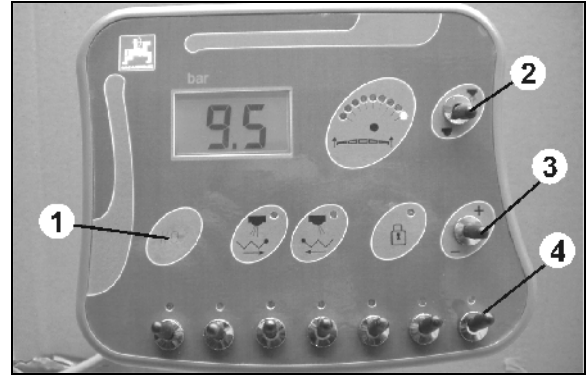

Fig. 2
3.  **AMASET⁺** (Fig. 2/1) şalter kutusunu devreye alınız.
6.  (Fig. 2/3) Püskürtme basıncı göstergesi 4 bar'lık bir püskürtme basıncı gösterene kadar **+** / **-** basınız.
- o Bir kısmı genişliği bir kısmı genişlik şalteri (Fig. 2/4) üzerinden kapatınız. Püskürtme basıncı göstergesinde ayarlanan püskürtme basıncı değişir.